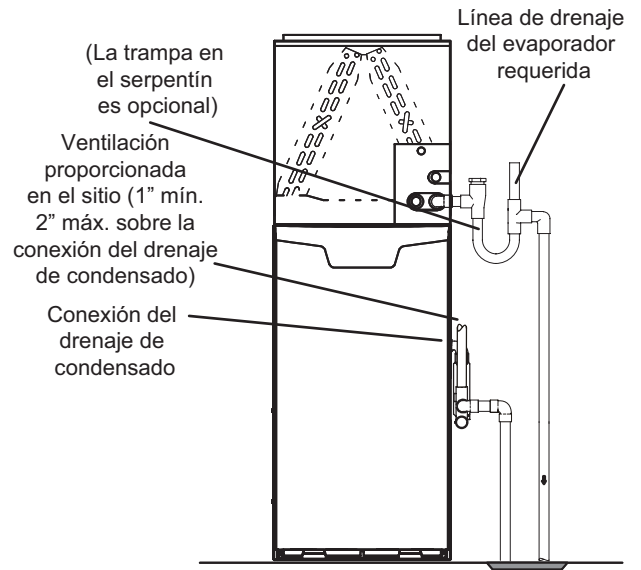
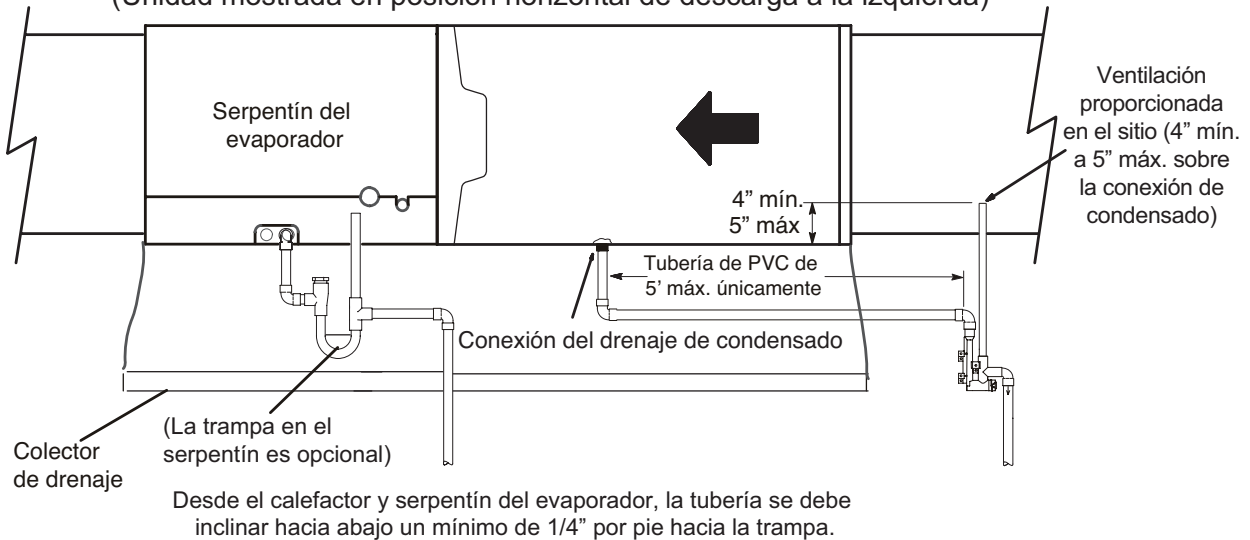
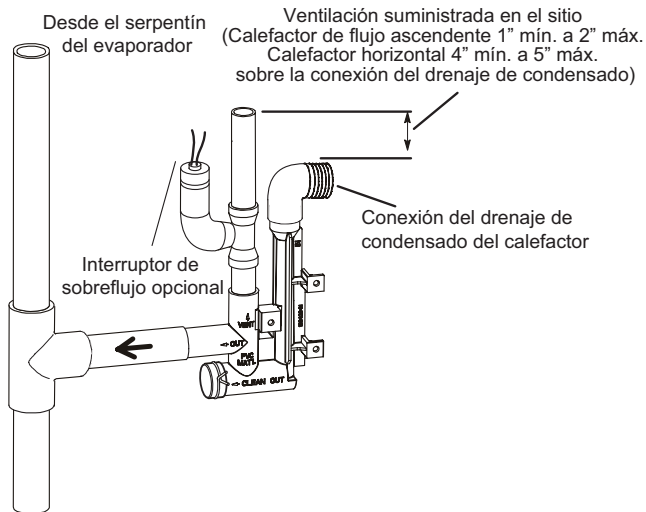
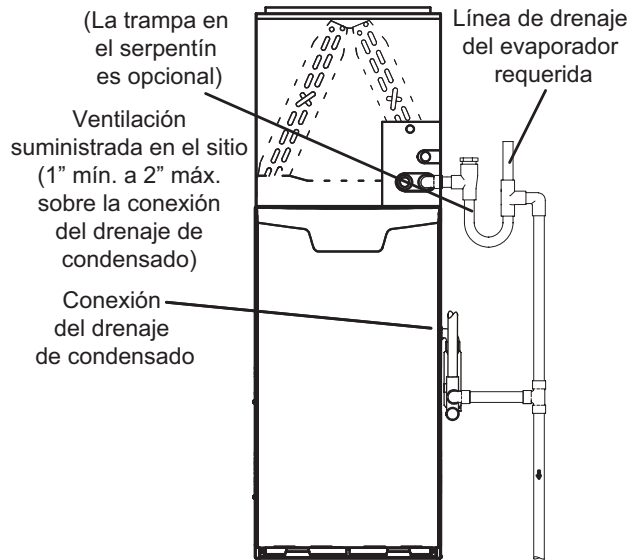

FIGURA 49
FIGURA 50
FIGURA 51
FIGURA 52
- 5 - La FIGURA 49 y la FIGURA 50 muestran el calefactor y el serpentín del evaporador usando un drenaje separado. Si es necesario, la línea de condensado del calefactor y del serpentín del evaporador se pueden drenar juntas. Ver la FIGURA 51, FIGURA 52 y FIGURA 53.
Calefactor de flujo ascendente (FIGURA 52) - En aplicaciones del calefactor de flujo ascendente, la ventilación proporcionada en el sitio debe ser de un largo mínimo de 1 pulg. hasta un largo máximo de 2 pulg. arriba de la conexión de la salida de drenaje de condensado. Cualquier largo de más de 2 pulg. puede inundar el intercambiador de calor si la línea de drenaje primario combinada tuviese una restricción.